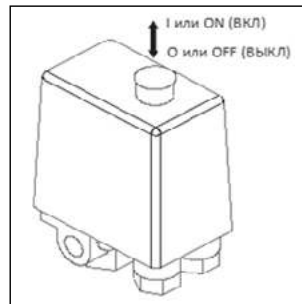

Рис. 6
- Включите компрессор выключателем на реле давления. Для этого необходимо переключить выключатель в положение «I» или «ON» (в зависимости от исполнения) (Рис. 6).
- Проверьте, чтобы выключатель на реле давления находился в выключенном положении «О» / «OFF» (в зависимости от исполнения) (Рис. 6).
- Выключите компрессор выключателем на реле давления. Для этого необходимо переключить выключатель в положение «О» или «OFF» (в зависимости от исполнения) (Рис. 6). После этого остановится электродвигатель и произойдет сброс давления из нагнетательного воздухопровода и поршневого блока.